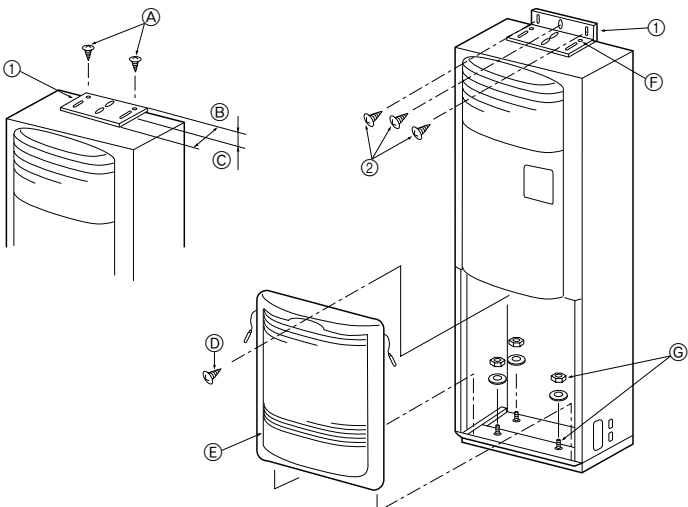

Fig. 3-2
3.2. Soporte antibasculante (Fig. 3-2)